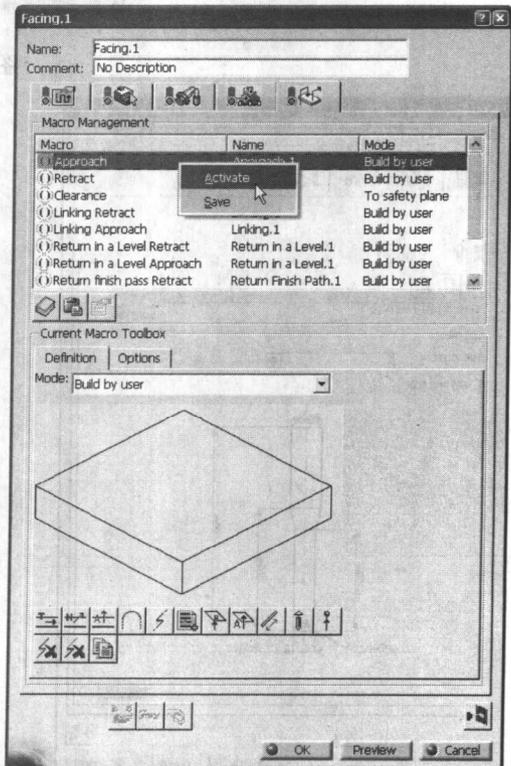

图 1-23
(3) 单击“进刀/退刀”标签，在Macro Management列表框中选择Approach，并单击鼠标右键，在弹出的快捷菜单中选择Activate命令，将进刀方式激活，如图1-23所示。在Mode下拉列表框中选择Ramping，双击其中的尺寸数值，在弹出的对话框的数值框中输入斜线进刀的高度为20mm，如图1-24所示。